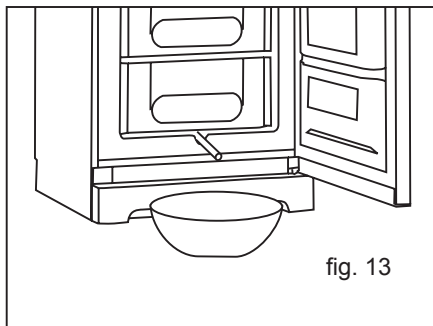

fig. 13
3. Sortir la gouttière d'évacuation d'eau qui se trouve dans la partie inférieure de l'appareil et placer un récipient en dessous (fig. 13). Si la gouttière d'évacuation d'eau est gelée, tremper un chiffon dans l'eau chaude et le placer quelques minutes sur la gouttière.